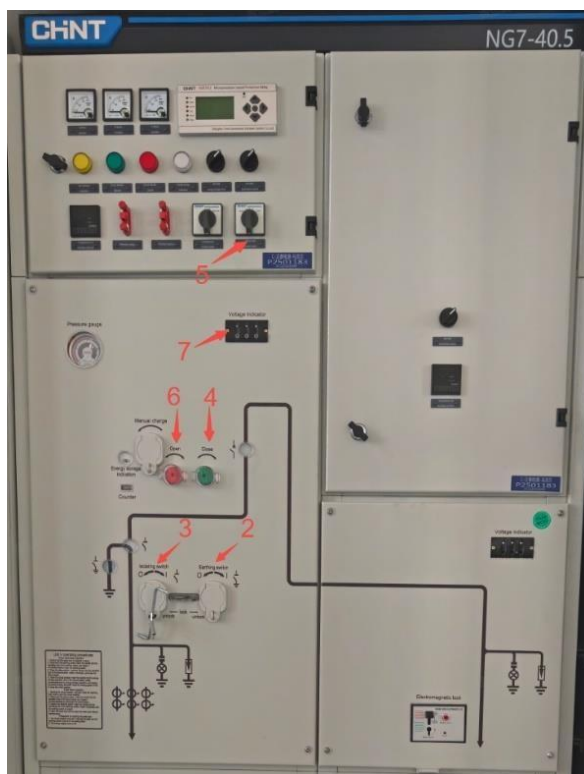

Figura 4-2 Panel del armario de alta tensión
2. El operador debe ponerse el equipo de protección para operaciones de alta tensión y, a continuación, desplazarse al armario de alta tensión, girar manualmente en sentido horario la perilla de apertura del disyuntor (6) o girar en sentido antihorario el selector de apertura/cierre (5) para abrir el disyuntor, y la luz indicadora DXN de la pantalla activa se apagará. A continuación, utilice la palanca de accionamiento para girar en sentido antihorario el interruptor de aislamiento hasta la posición de apertura. Véase la figura 4-2.